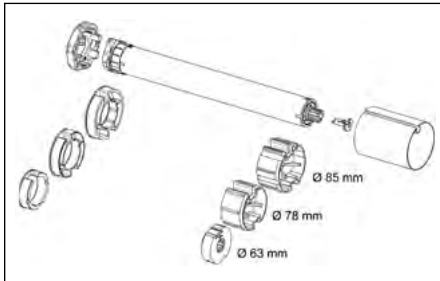

Bild1: Beispiele für verschiedene Wellengrößen
1. Laufring und Kupplung entsprechend der Wellengröße festlegen (Bild 1).